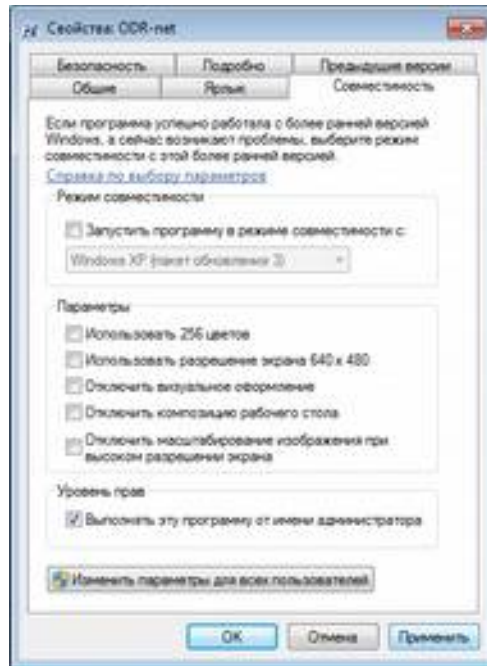

Рис. 2. Установите выполнение программы от имени Администратора
- установите галочку в меню Свойства/Совместимость/Уровень прав/Выполнять эту программу от имени Администратора (рис. 2).